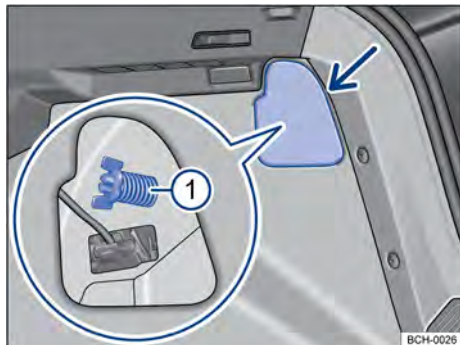
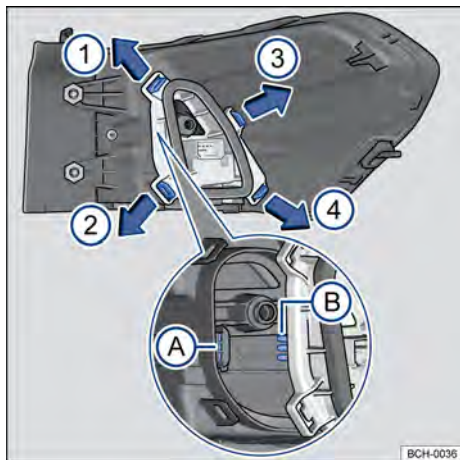

Fig. 164 No compartimento de bagagem: desinstalar cobertura e retirar o parafuso borboleta ① (lupa).
Fig. 165 Lanterna traseira: desinstalar o suporte das lâmpadas
- ① Observar a lista de controle e executar as ações → Página 216.
- ② Abrir a tampa traseira → Página 75.
- ③ Para abrir a cobertura da lanterna, girar a trava → Fig. 164 (seta).
- ④ Abrir a cobertura junto com a trava para o lado.
- ⑤ Soltar o parafuso borboleta ① (lupa) e retirá-lo, segurando, ao mesmo tempo a lanterna traseira.
- ⑥ Puxar cuidadosamente a lanterna traseira para fora, para desencaixá-la da carroceria → ①.
- ⑦ Desencaixar o conector de alimentação das lâmpadas da lanterna, para remover totalmente a lanterna.
- ⑧ Colocar a lanterna traseira sobre uma superfície limpa e lisa.
- ⑨ Para destravar o suporte das lâmpadas, pressionar cada lingueta de travamento → Fig. 165 no sentido das setas.
- ⑩ Remover o suporte das lâmpadas cuidadosamente.
- ⑪ Para remover as lâmpadas incandescentes queimadas pressionar a lâmpada contra o alojamento e girar no sentido anti-horário.
- ⑫ Substituir a lâmpada incandescente queimada por uma lâmpada incandescente nova do mesmo modelo.
- ⑬ Para inserir as novas lâmpadas no suporte das lâmpadas, introduza a nova lâmpada no respectivo alojamento. Pressionar a lâmpada e girar no sentido horário até o batente.
- ⑭ Certificar-se de que as lâmpadas estão corretamente fixadas no suporte das lâmpadas.
- ⑮ Instalar o suporte das lâmpadas na lanterna traseira, com atenção no encaixe das lâminas de contato na carcaça → Fig. 165 (A) e (B). As linguetas de travamento devem encaixar de forma audível obedecendo a sequência → Fig. 165 ①, ②, ③ e ④.
- ⑯ Colocar o conector de alimentação na lanterna.
- ⑰ Encaixar a lanterna traseira cuidadosamente no alojamento da carroceria.
- ⑱ Segurar a lanterna traseira na posição de montagem com uma das mãos e aparafusar com a outra o parafuso borboleta → Fig. 164 ①.
- ⑲ Recolocar a cobertura da lanterna em sua posição e girar a trava para fechar.
- ⑳ Fechar a tampa traseira → Página 75.